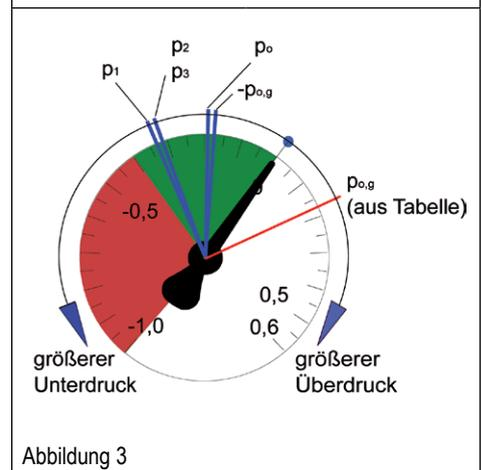

Abbildung 3
13. Erfüllen die notierten Messwerte das Kriterium gegenüber  $p_o$  (siehe Abbildung 3)